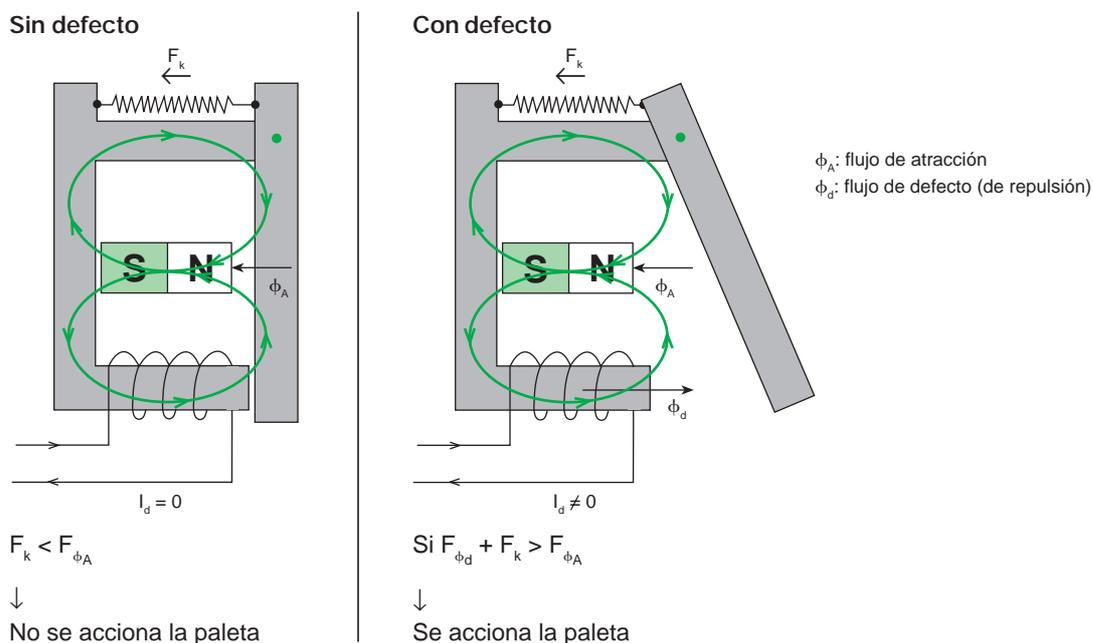

Fig. 3.24. Funcionamiento del relé de disparo.
totalidad de filtros descritos antes “autoricen” el disparo, y haya que realizar el disparo del diferencial. Si la energía de la corriente a la salida de todos los circuitos anteriores es demasiado reducida, el circuito de verificación y disparo no dará la señal de apertura al relé. Este circuito efectúa la gestión final del disparo. La intensidad de salida del circuito de verificación y disparo, llega al arrollamiento **del relé de disparo**, ver **fig. 3.24**, originando una intensidad de campo magnético (H), el cual a su vez, en función de la permeabilidad magnética del material que constituye el núcleo férreo del relé de disparo (μ), provoca una inducción del campo magnético (B). Esta inducción, en función de la sección del relé de disparo, se convierte en un flujo magnético (ϕ) en el interior del núcleo ferromagnético, que creará una fuerza magnetomotriz F_{ϕ_d} que puede ser suficiente para vencer la fuerza de atracción magnética F_{ϕ_A} ejercida sobre la paleta por un imán permanente (que tiende a atraer la paleta, es decir, a mantener cerrado el diferencial), originando finalmente la separación de la paleta que se verá ayudada por la fuerza de un muelle F_k que permite acelerar su rotación. Dicho movimiento de la paleta abrirá los contactos del diferencial. En la **figura 3.24** se puede observar el estado del relé en caso de no tener defecto y en caso de que exista un defecto suficiente para provocar el disparo.